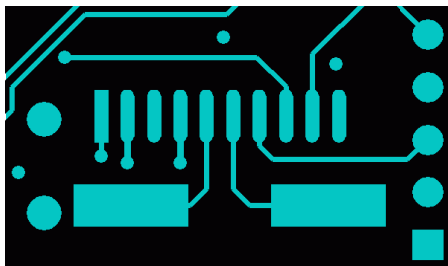
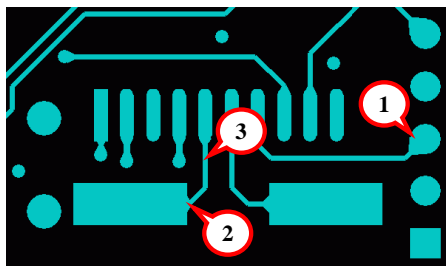

рис. 8-113
рис. 8-114
После работы мастера, Ваша плата (рис. 8-113) примет вид, как на рис. 8-114.
После работы мастера Teardrops у меня появилось сообщение, что в месте, показанном на рис. 8-114 ② есть какая-то проблема. Очевидно, что из-за того, что трек резко изгибается, «капельку» не удалось поставить так, как я требовал в окне настроек. Что ж, прекрасная возможность познакомиться ещё с одним инструментом!